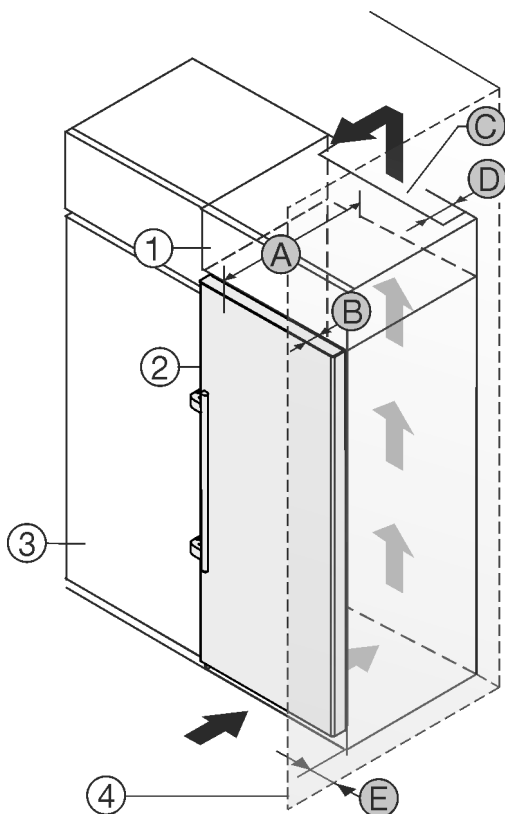

Fig. 2
Můžete přístroj nainstalovat přímo vedle kuchyňské skříňky Fig. 2 (3).*
Na zadní straně nástavné skříňky musí být větrací šachta hluboká Fig. 2 (D) přes celou šířku nástavné skříňky.*
Pod stropem místnosti musí být dodržen ventilační průřez Fig. 2 (C).*
Když přístroj instalujete závěsy vedle stěny Fig. 2 (4), musí být vzdálenost mezi přístrojem a stěnou minimálně 57 mm . To odpovídá přesahu madla při otevřených dveřích.*
Aby bylo možné dvířka plně otevřít, musí přístroj přesahovat o hloubku dveří Fig. 2 (B) vůči přední linii kuchyňské skříňky. V závislosti na hloubce kuchyňských skříňek Fig. 2 (3) a použití vymezovačů odstupů od stěny může přístroj vyčnívat dále.*